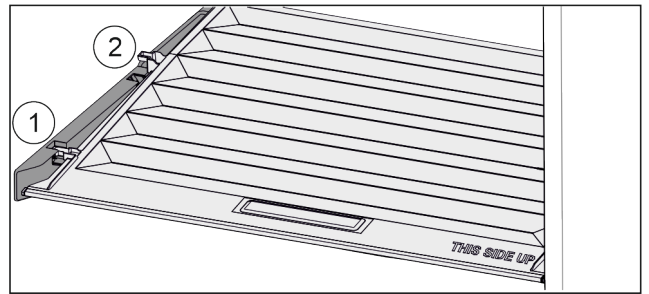

Fig. 43
- ▶ Veko potiahnite dopredu až k otvoru v prídržných dieloch Fig. 43 (1).
- ▶ Vzadu ho nadvihnite zospodu a zložte smerom nahor Fig. 43 (2).